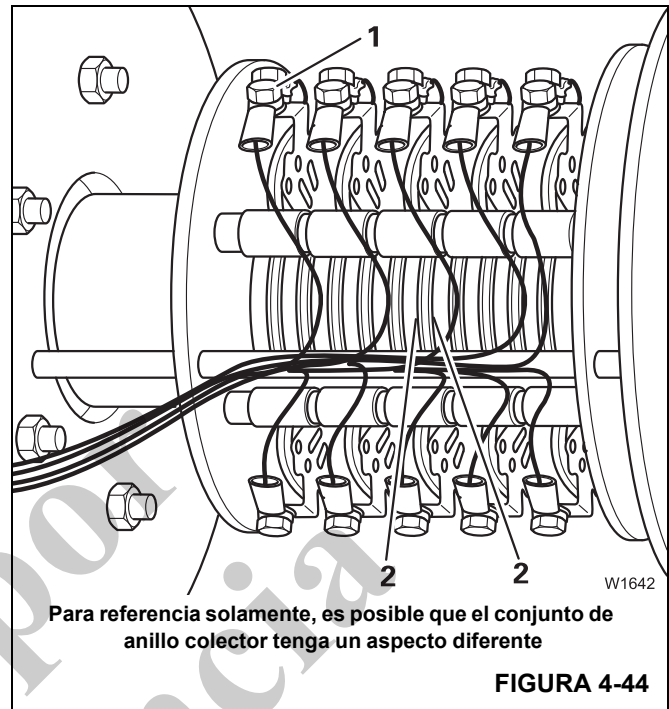

FIGURA 4-44
- Retire la suciedad visible de los anillos deslizantes (2, Figura 4-44) con un paño limpio sin pelusa.